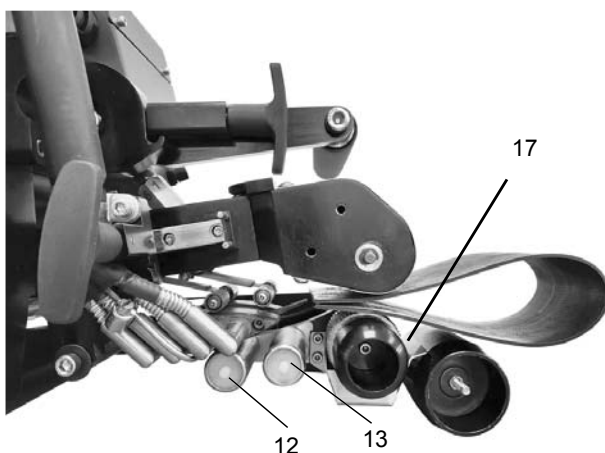

Рисунок 4
Нижние направляющие ролики (№12, №13, рис. 4) расположены под нагревательным клином и закреплены на нижней раме непосредственно перед нижним приводным роликом (роликом механизма зажима). Для этой регулировки вам понадобится рожковый ключ на 13 мм и шестигранные ключи на 4 и 6 мм.
- Перед регулировкой обоих роликов (№ 12 и № 13 на рис. 4) извлеките резиновые заглушки, а после завершения регулировки установите их в исходное положение.
- С помощью рожкового ключа на 13 мм ослабьте стопорный болт (шестигранная головка) заднего нижнего направляющего ролика (№ 13, Рисунок 4). Теперь можно отрегулировать высоту клина, установив задний нижний направляющий ролик выше или ниже с помощью 4 мм шестигранного ключа (на конце ролика).
Наиболее важной регулировкой является позиционирование клина по отношению к нижнему приводному ролику (№ 17, Рисунок 4). Расстояние между нижней частью нагревательного клина и нижним приводным роликом должно быть немного больше, чем толщина материала, который вы будете сваривать. Расстояние устанавливается путем регулировки положения заднего нижнего направляющего ролика (№ 13, Рисунок 4).
Переместите нагревательный клин вперед или назад (влево или вправо) так, чтобы между кончиком клина и верхним и нижним роликами наконечника оставалось достаточно свободного пространства. При настройке WGW 300 для сварки ПЭНД кончик клина должен иметь такой же зазор, как показано на рис. 4.